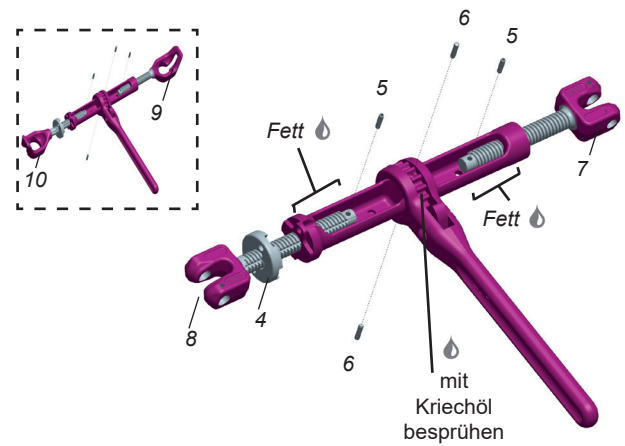

Bild 36:
2. Fetten Sie den ICE-Ratschenspanner ICE-CURT an den gekennzeichneten Schmierstellen (siehe Bild 36).